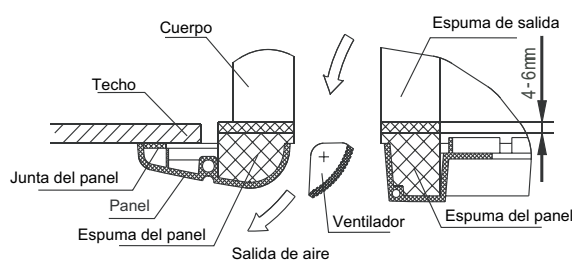

Fig.1-11
- Apriete los tornillos de los ganchos del panel, hasta que el espesor de la esponja entre el cuerpo y la salida del panel se haya reducido hasta 4 ~ 6 mm aproximadamente. El borde del panel también debe ponerse en contacto con el techo (Ver Fig. 1-11).